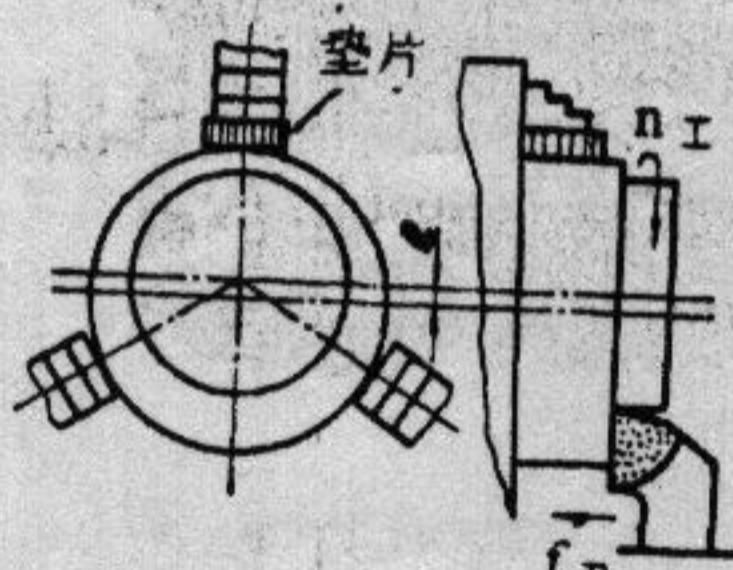

图 1
2. 如图 1, 在卧式车床上采用端部为平面的三爪卡盘并通过加垫片的方法加工偏心量为 $e=2\text{mm}$ 的偏心轴, 若工艺系统的刚度为常量, 机床导轨在水平面内无直线度误差, 一次走刀将工件加工到尺寸, 最后检测零件加工外圆柱面存在形状误差, 引起此误差的原因是_____